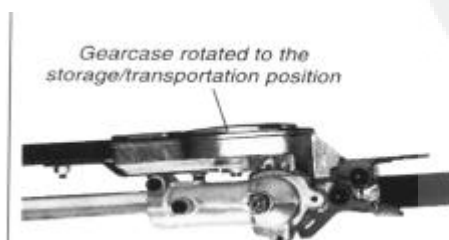

Figure 19
2. Gebruik de procedures die op de vorige bladzijde staan beschreven. Draai het snijgedeelte totdat deze parallel loopt met de steel. Zorg ervoor dat het blokkeerslot weer blokkeert na deze afstelling. Zie fig. 19.